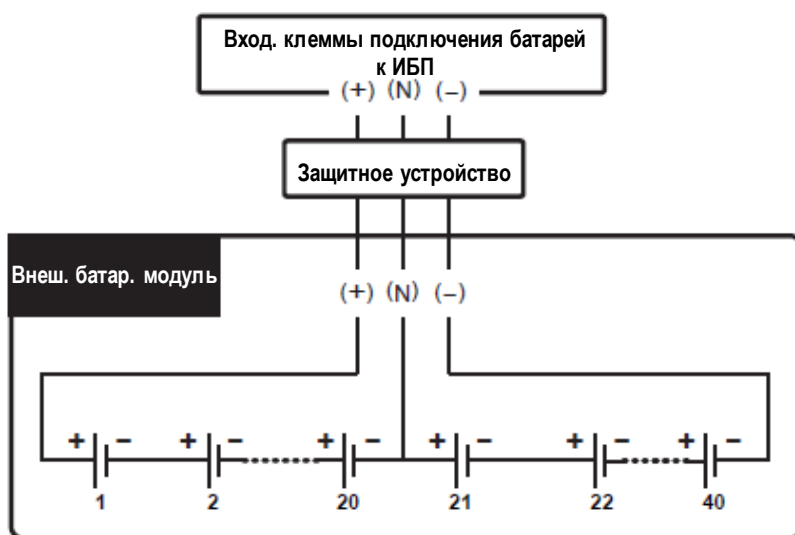

Рисунок 5-28: Подключение внешнего батарейного модуля
- Установленное на заводе количество батарей составляет 40 шт. по 12 В постоянного тока, соединенные гирляндой; нейтраль внешнего батарейного модуля необходимо подсоединить к среднему контакту между 20 и 21 батареями. Необходимо использовать батарейные кабели для подключения внешнего батарейного модуля к клеммам +, - и N, обозначенным на ИБП. См. **Рисунок 5-28**.